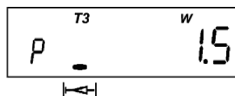

Рисунок 4.11
- Только для двунаправленных счетчиков (рисунок 4.11):